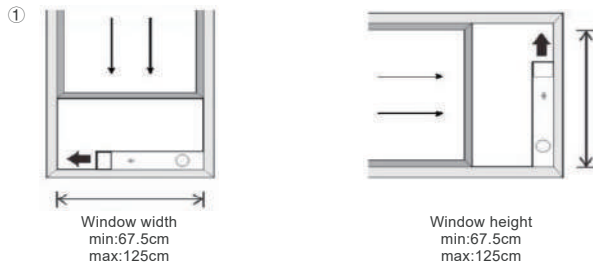

Fig. 6
Sposób instalacji systemu przesuwnego okna odbywa się zazwyczaj w ustawieniu „poziomym” lub „pionowym”. Jak pokazano na rys. 6 i rys. 7, przed instalacją sprawdź minimalny i maksymalny rozmiar okna.
1. Zainstaluj zestaw okienny na oknie (rys. 6, rys. 7);
Installasjonsmetoden for vindusskyvesystemet utføres vanligvis i "horisontal" eller "vertikal" posisjon. Som vist i Fig. 6 og Fig. 7, kontroller før installasjonen minimums- og maksimumsstørrelsen på vinduet.
1. Installer vindussettet på vinduet (Fig. 6, Fig. 7);
Installationsmetoden för fönsterskjutsystemet utförs vanligvis i "horisontell" eller "vertikal" riktning. Som visat i Fig. 6 och Fig. 7, kontrollera innan installationen fönstrets minimala och maximala storlek. Installieren Sie das Fensterkit am Fenster (Abb. 6, Abb. 7);
1. Installera fönsterkitet på fönstret (Fig. 6, Fig. 7);